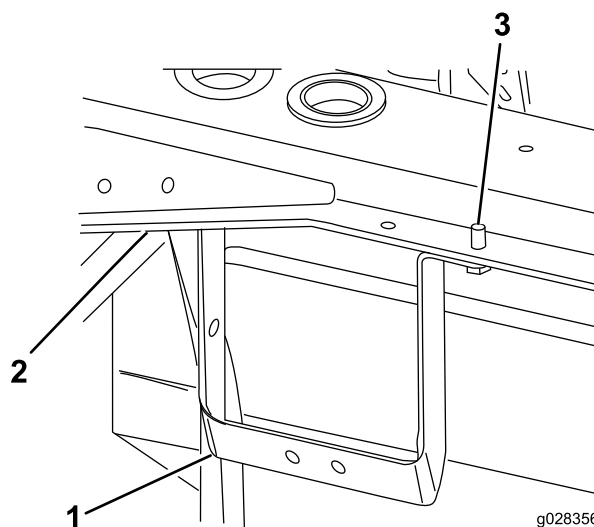

Рисунок 9
2. Установите кронштейн перегородки на левое заднее крепление рамы с помощью 2 самонарезающих винтов (5/16 дюйма) (Рисунок 9).